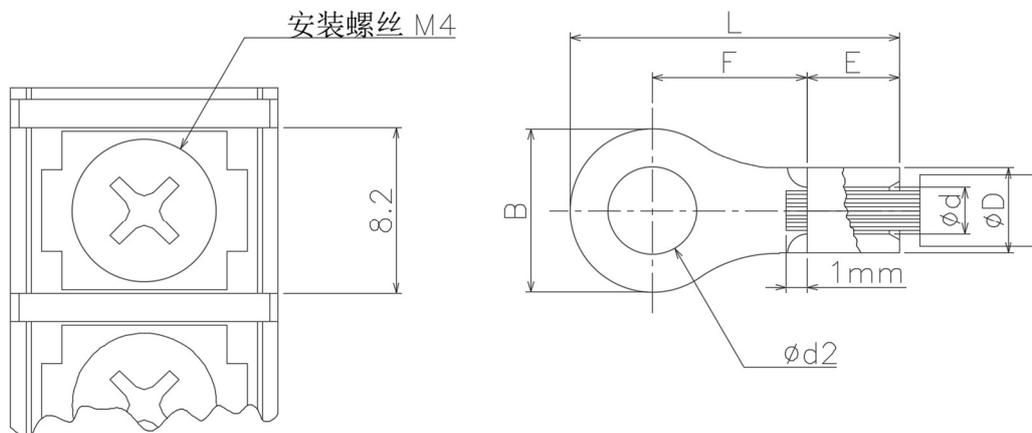

图 2.6c 压着端子例
- 端子台宽度为 8.2mm，使用 M4 螺丝，请使用如图 2.6c 所示的 $B < 8.2\text{mm}$ 且 $d2 > 4\text{mm}$ 圆形压着端子。